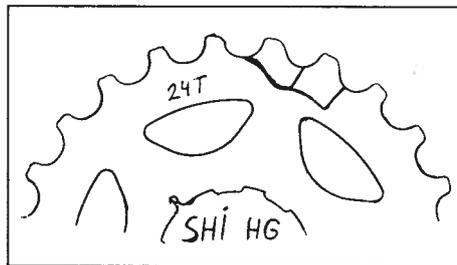
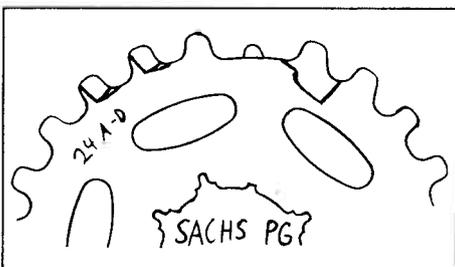

Abb. 2
Abb. 7
re brachte Shimano das Hyperglide (HG)-System auf den Markt, die Ritzel waren nicht mehr beliebig kombinierbar und im Ritzelpaket gab es feste Schaltgassen, nur dort konnte die Weiche zum Schalten gestellt werden (Bild 2). Zu dieser Zeit wurden auch
Beispiel bei den Hyperglider Ritzeln von Shimano der Fall (vgl. Bild 2). Da ist es dann oft auch nicht verwunderlich, daß die Ritzel manchmal schneller verschlissen sind als die Kette, speziell dann, wenn zum Beispiel der Zahngrund durch Verschmutzungen des Ritzelpaketes nahezu blockiert ist. Niedrige Zähne sind jedoch eine billige und einfache Methode, die Schaltwilligkeit zu verbessern, die Kette braucht beim Wechsel nicht zu hoch zu steigen. Löblich ist daher, daß Sachs mit dem 1994 eingeführten neuen „Power Glide“-System (Bild 7) einen anderen Weg gegangen